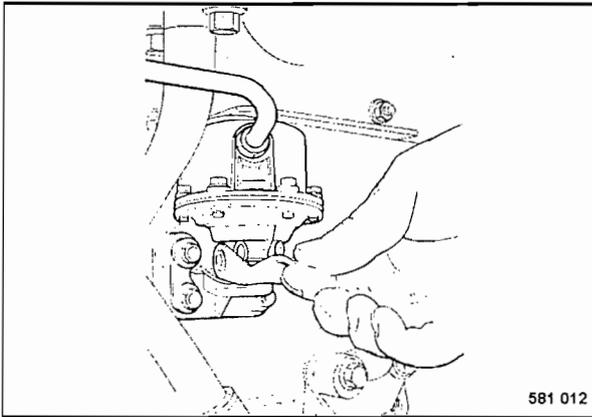

Fig. 82
- Accionar la palanca manual de la bomba elevadora de combustible (Fig. 82) hasta el combustible sale exento de burbujas.